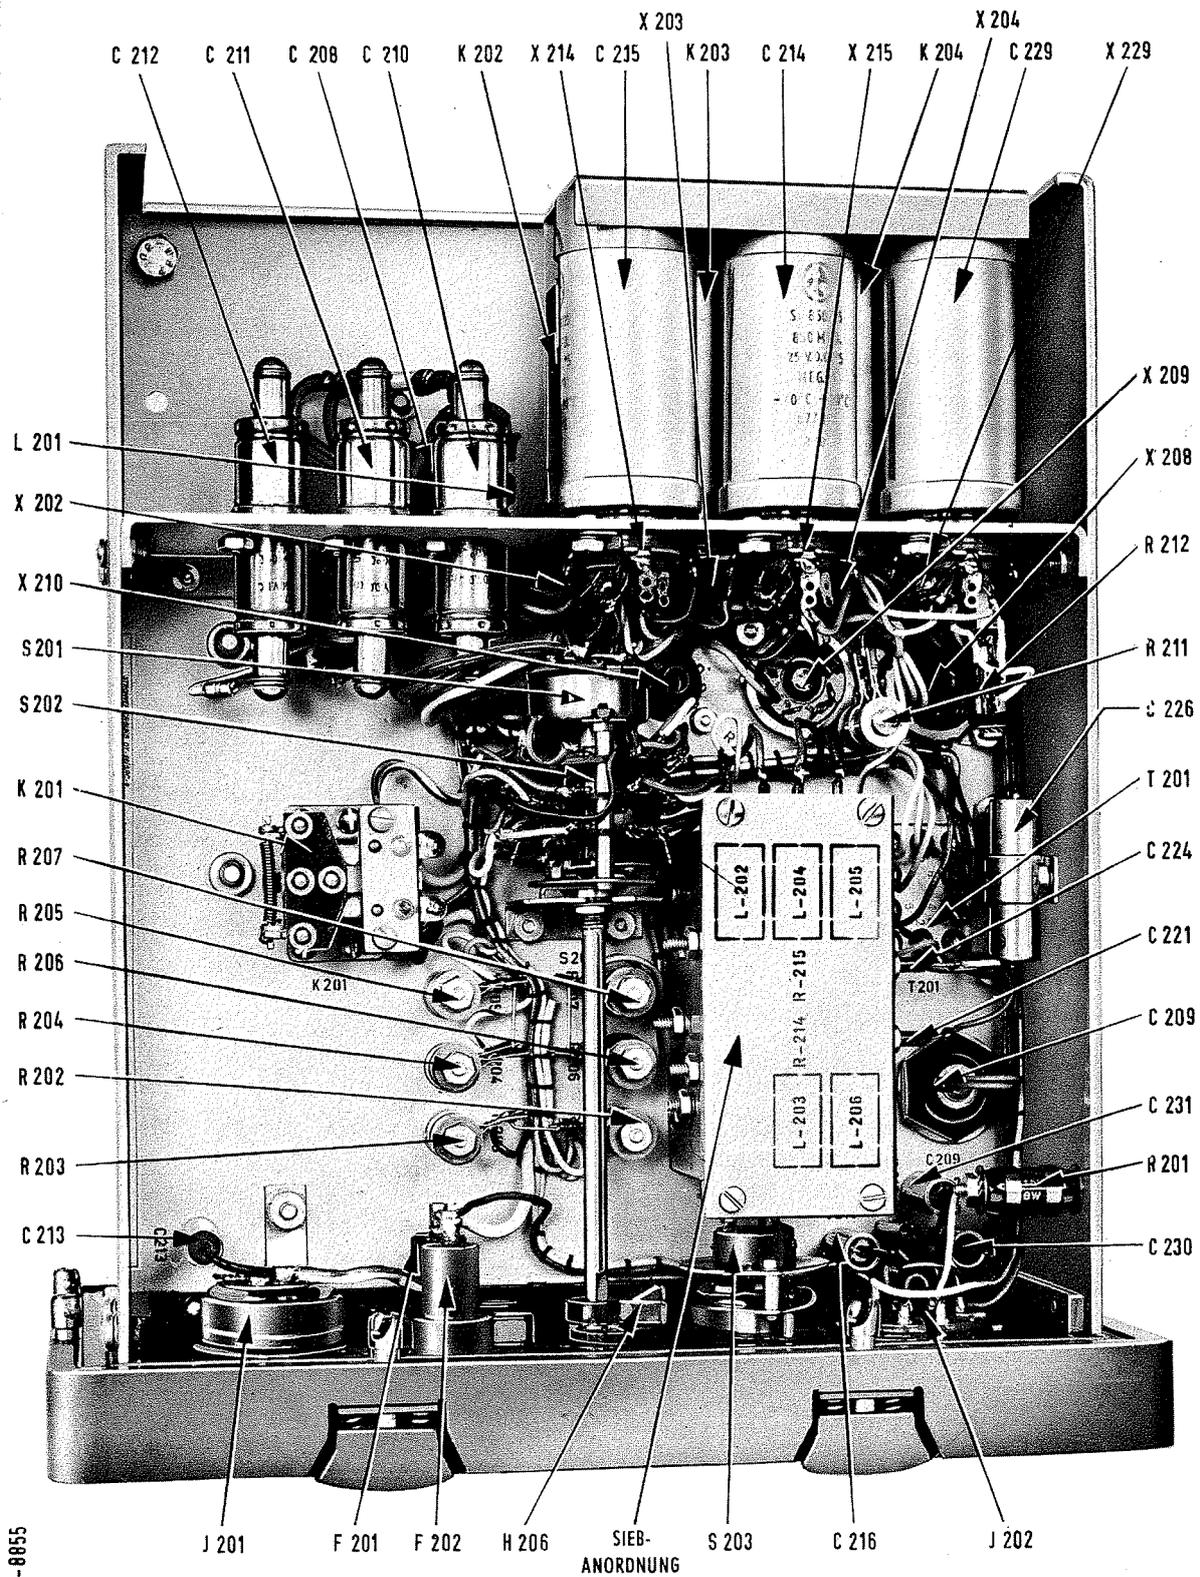

Bild 109 Stromversorgungsgerät DY-88/GRC-9, ohne Gehäuse, Unteransicht
den. Spannungswahlschalter H 206 (Bild 109) ist entsprechend der Batteriespannung einzustellen und eine passende Sicherung zu verwenden (siehe Abschnitt 2.4.1 a). Die Buchsenanschlüsse J 202 werden dazu benutzt, die Ausgangsspannung des Stromversorgungsgerätes zu überprüfen (Bild 125).
1. Kabelanschlüsse auf der unteren Seite des Chassis (Bild 109) abnehmen und markieren.